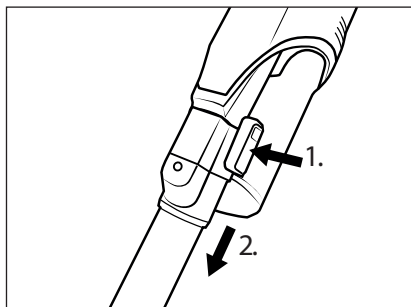

Fig. 11
- ♦ For at fjerne sugerøret ❷ fra produktet skal du trykke på oplåsningsknappen til sugerøret ❸ og holde den nede og tage sugerøret ❷ ud af produktets sugesåbning (se fig. 11).